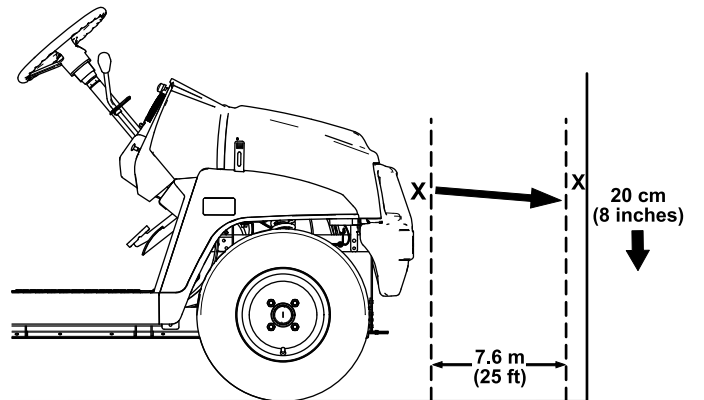

Figure 50
1. Garez la machine sur une surface plane et horizontale avec les phares à environ 7,6 m (25 pi) devant un mur (Figure 50).
La partie la plus brillante du faisceau doit se trouver 20 cm (8 po) en dessous du repère que vous avez fait sur le mur (Figure 50).